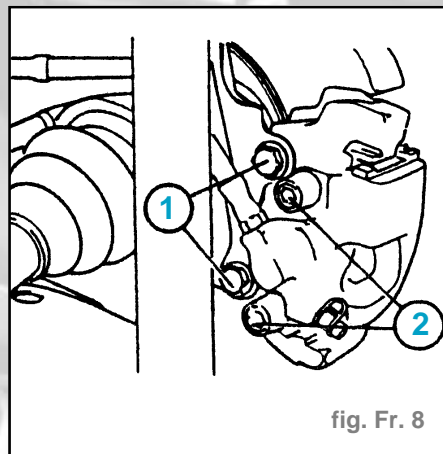

fig. Fr. 8
- Dévisser les vis de guidage (2) (fig. Fr. 8)
- Déposer les vis (1) dégager l'étrier de frein et le maintenir en position avec une corde ou un fil (fig. Fr. 8).
- Déposer les vis (1), dégager l'étrier de frein et maintenir en position une corde ou du fil (fig. Fr. 8).
- Déposer les vis (1) (fig. Fr. 8).